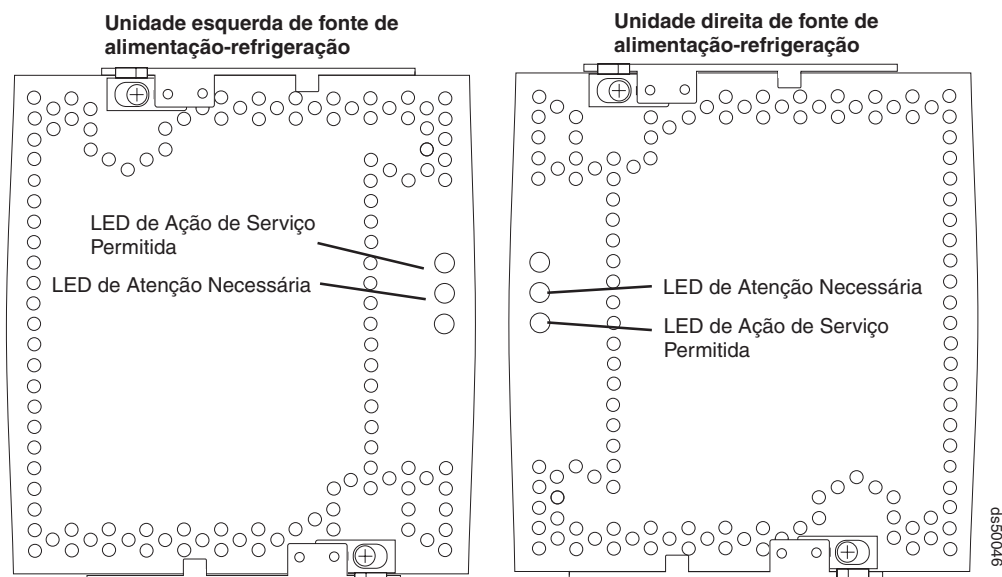

Figura 116. LEDs da Unidade de Fonte de Alimentação e de Ventilador
4. Localize a unidade de fonte de alimentação e de ventilador com falha verificando se o LED Atenção Necessária dessa unidade está ligado. (O Figura 116 na página 199 mostra os LEDs na unidade de fonte de alimentação e de ventilador.)
5. O LED de status de Ação de Serviço Permitida está ligado? (O Figura 116 mostra o local do LED de status Ação de Serviço Permitida na unidade de fonte de alimentação e de ventilador.)